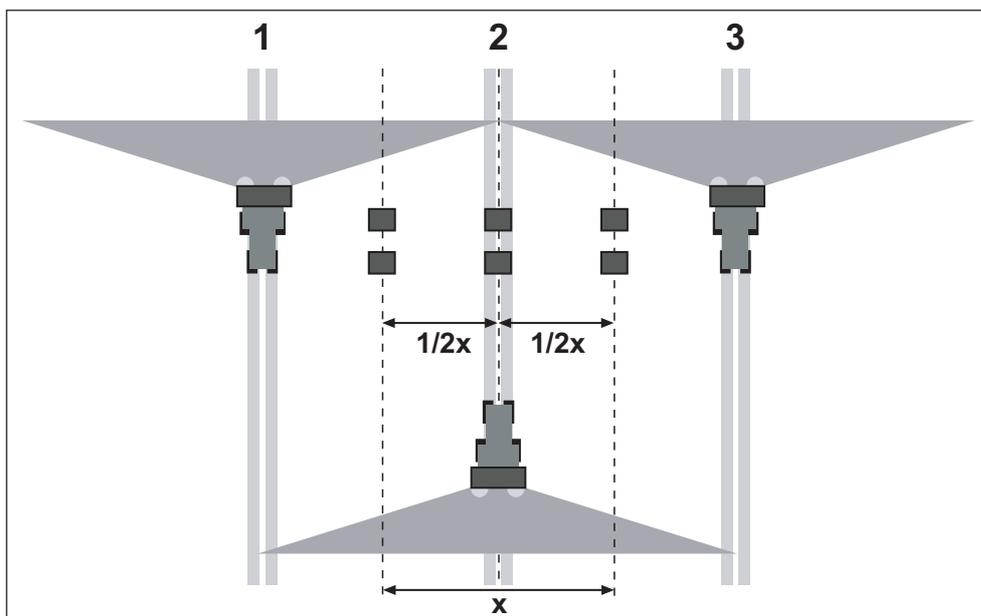

Figura 7.24: Disposizione per tre traversate
- Posizionare due vaschette di raccolta alla distanza di **1 m** in ciascuna zona di sovrapposizione e nella traccia centrale (cfr. figura 7.24).